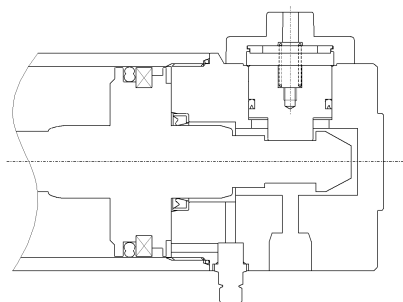

図2
- (b) 更に、シリンダのピストンがストロークエンドに近づき、スリーブの溝③がストップピストンの位置まで来ると、ストップピストンはばね③によって押し戻され、溝に入り込んで完全にロックされます。(図2)